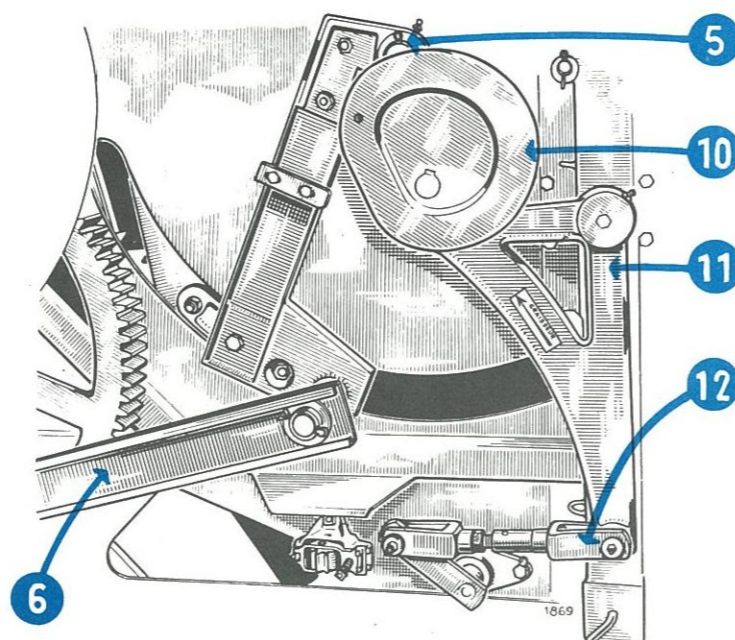

FIG. 6
A l'extrémité gauche de l'arbre des noueurs est fixé la came (10 fig. 6) qui commande la montée des aiguilles par l'intermédiaire de l'équerre (11) avec son galet, et d'une sorte de bielle (12) comportant un dispositif de sécurité muni d'une goupille de cisaillement.